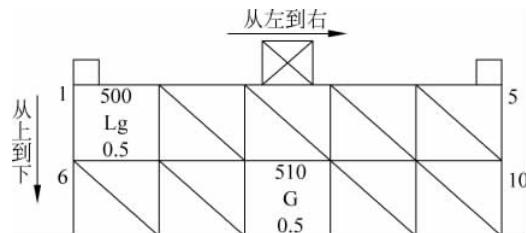

图 3-3 插座护套孔位号编码
(2) 插座护套,在自锁向上的情况下,孔位号编号应从左到右,从上到下,如图 3-3 所示。